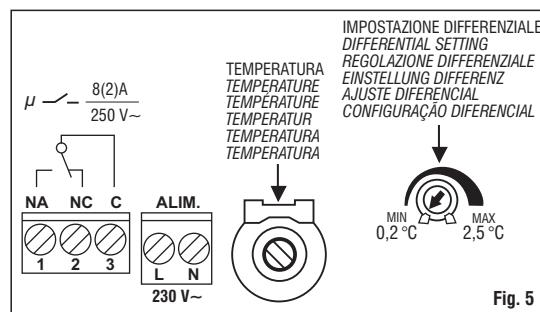

Fig. 5
Nel caso del riscaldamento, il termostato mantiene inserito il carico (contatto NA chiuso) sino al raggiungimento della soglia superiore programmata; disinserisce il carico e lo inserisce di nuovo quando la temperatura ambiente raggiunge la soglia inferiore. La differenza tra le soglie è programmabile (da 0,2 a 2,5 °C), agendo sul trimmer come indicato in Fig. 5.
In the case of heating systems, the thermostat maintains the load enabled (contact NA closed) until the maximum threshold of the set temperature is reached, when the temperature falls to the minimum threshold the thermostat disables and then re-enables the load. The difference between the thresholds can be adjusted (from 0.2 to 2.5 °C) by setting the trimmer, as shown in Fig. 5.
- Set the differential as shown in Fig. 5